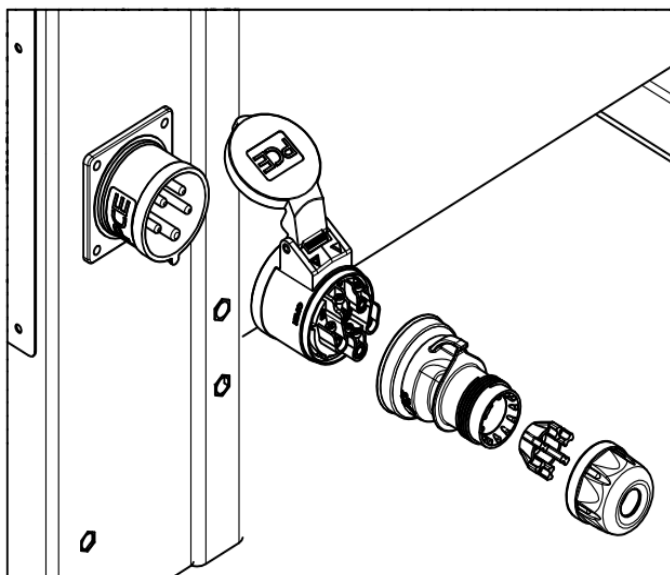

Abb. 3
- Nehmen Sie den Stopfen ab (Abb. 3), um das Anschlusskabel zu befestigen.